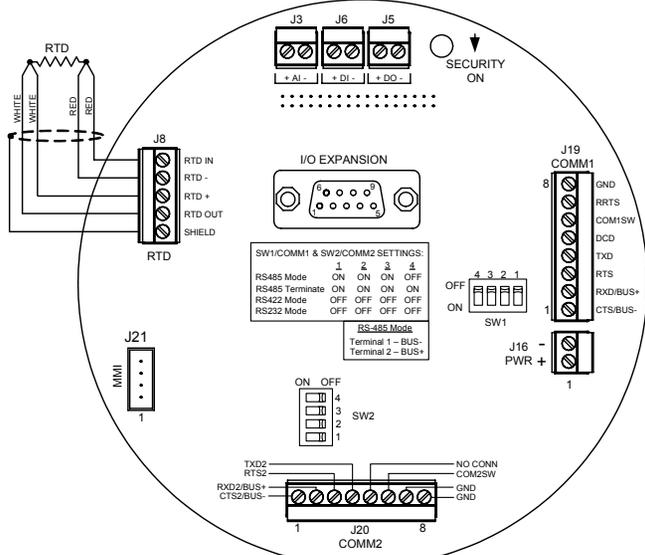

Рис. 9 (клеммная плата XFC6200EX)
8. В соответствии с чертежом поместите плоские лепестковые зажимы проводов датчика под головки небольших винтов. Одним цветом (как правило, белым) обозначается одна сторона датчика RTD, которая соединяется с RTD-разъемами (выход и +) устройства 6200EX, а другим цветом (как правило, красным) – другая сторона датчика RTD, которая соединяется с разъемом (вход и -). На рис. 9 (стр. 12) показаны клеммы RTD устройства 6200EX.
- Убедитесь в том, что идентификатор (ID) станции и идентификатор устройства соответствуют WinCCU, и что данный прибор является единственным устройством, которому присвоен данный идентификатор.
- Убедитесь в том, что переключатели SW1 или SW2 на клеммной плате 6200EX находятся в надлежащем положении. (См. рис. 9 на стр. 12).